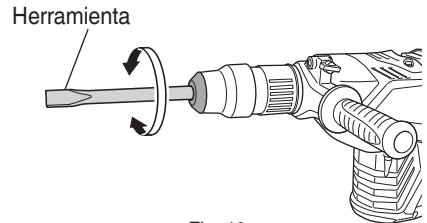

Fig. 10
- (b) Gire la herramienta selectora como se muestra en la Fig. 10 y fije la herramienta en la dirección de trabajo deseada.